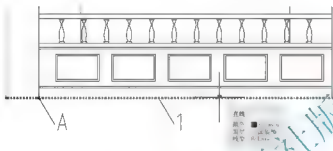

图 5.44 立面下部线整体视图
(1) 在无命令的状态下, 将光标放在立面图最下面一根线上, 该线整体变虚, 如图 5.44 所示, 说明立面图最下部是由一条直线组成的。
(2) 单击【修改】工具栏上的【打断于点】图标, 启动【打断于点】命令。
- ① 在选择对象: 提示下, 选择图 5.44 中的 1 线。
- ② 在指定第一个打断点: 提示下, 捕捉图 5.44 中所示的 A 点, 命令自动结束。